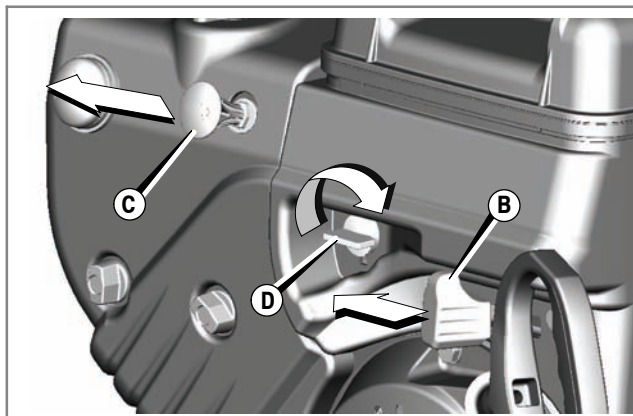

Abb. 10
Den Gashebel (B) (falls vorhanden) auf langsame Position  und dann auf Stopp-Position  stellen (Abb. 10).
- Den Sicherheitsschlüssel (C, Abb. 10) herausziehen. Den Sicherheitsschlüssel für Kinder unzugänglich aufbewahren.
- Wenn der Motor aus ist, den Kraftstoffhahn (D) zudrehen.